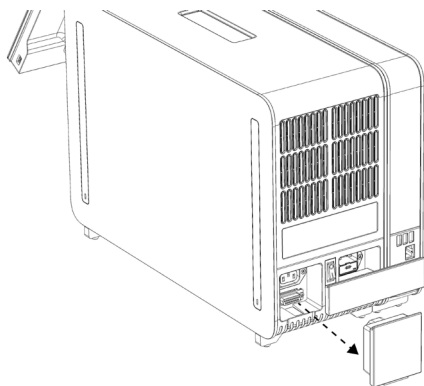

Рис. 12. Удаление концевго моста.
- 1д. Удалите концевой мост с задней стороны аналитического модуля (рис. 12, следующая страница).